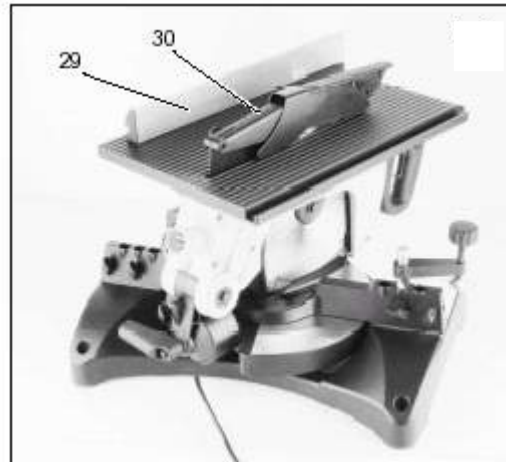

Fig. 12
- Movimente a régua superior 29 fig. 12 em direção à lâmina;
- Abaixe ou levante a mesa superior para atingir altura de corte desejada 30 fig. 12;